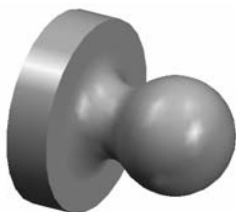

图 4-2 打开模型文件
2) 单击“打开”对话框中的“打开”按钮, 将该文件打开, 如图 4-2 所示。